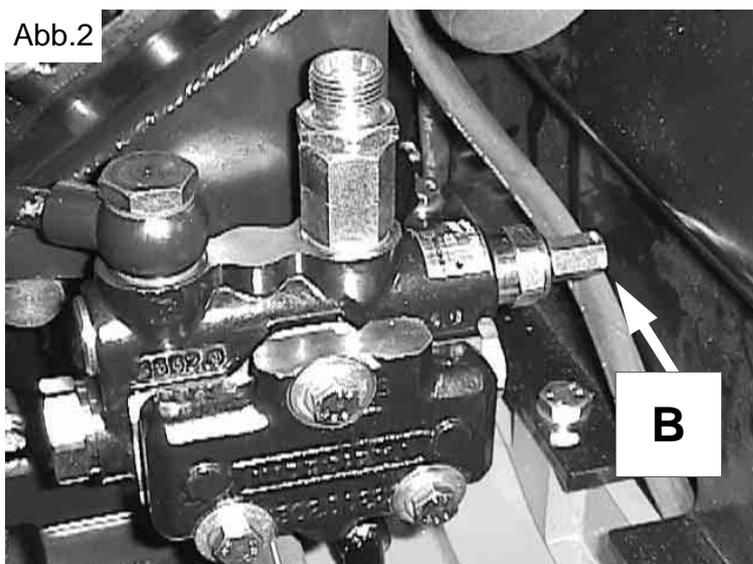

Abb.2
- Die Mutter C von Abb. 2 einstellen, bis der Block D den Hebel E gering berührt.
Nicht vergessen, die inneren Tragebuchsen der Bremspedale mittels der Schmierrippel F von Abb. 2 zu schmieren (vorherige Seite).
In Abb. 2 mit dem Buchstaben B ist das Überdruckventil des hydraulischen Hauptkreislaufs gekennzeichnet, das den max. Betriebsdruck der vorderen und hinteren Steuergeräte (190 bar) angibt und das sich hinter der Hydrolenkung auf der Trageplatte der vorderen Steuergeräte befindet, die auf dem Traktor vorhanden sein können oder auch nicht .
Das Überdruckventil, das in der Abb. 2 dargestellt ist, ist auf der Trageplatte der vorderen Steuergeräte montiert, die im hydraulischen Schaltplan auf Seite 2 mit der Nr. 5 dargestellt ist.